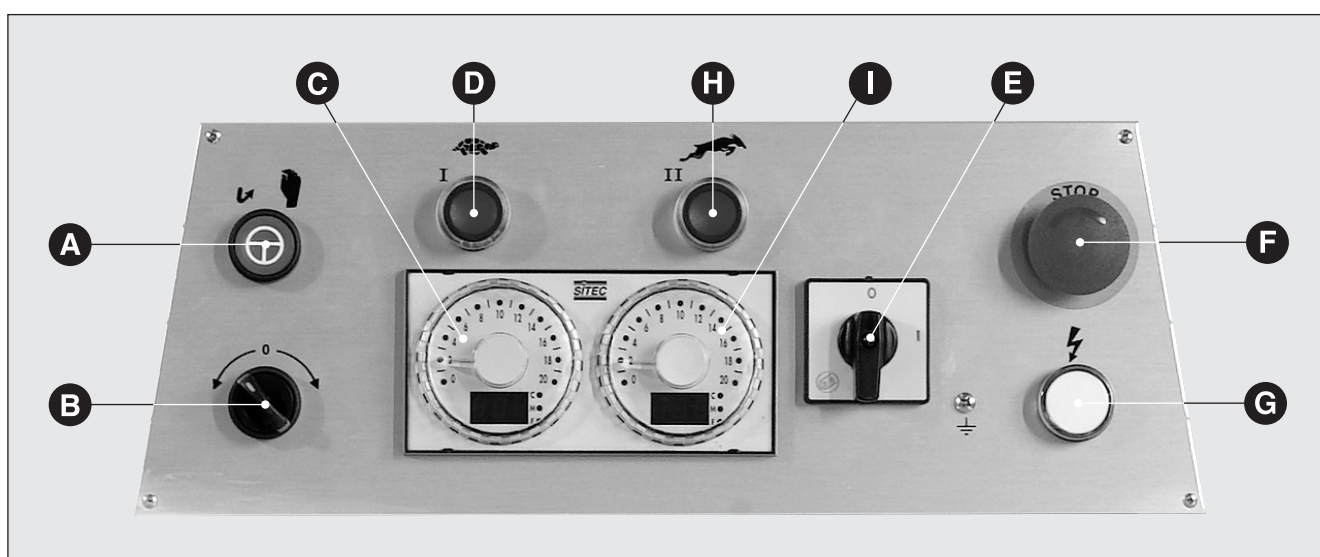

Fig. 1
3.1 CARICAMENTO ED AVVIAMENTO (Fig. 1)